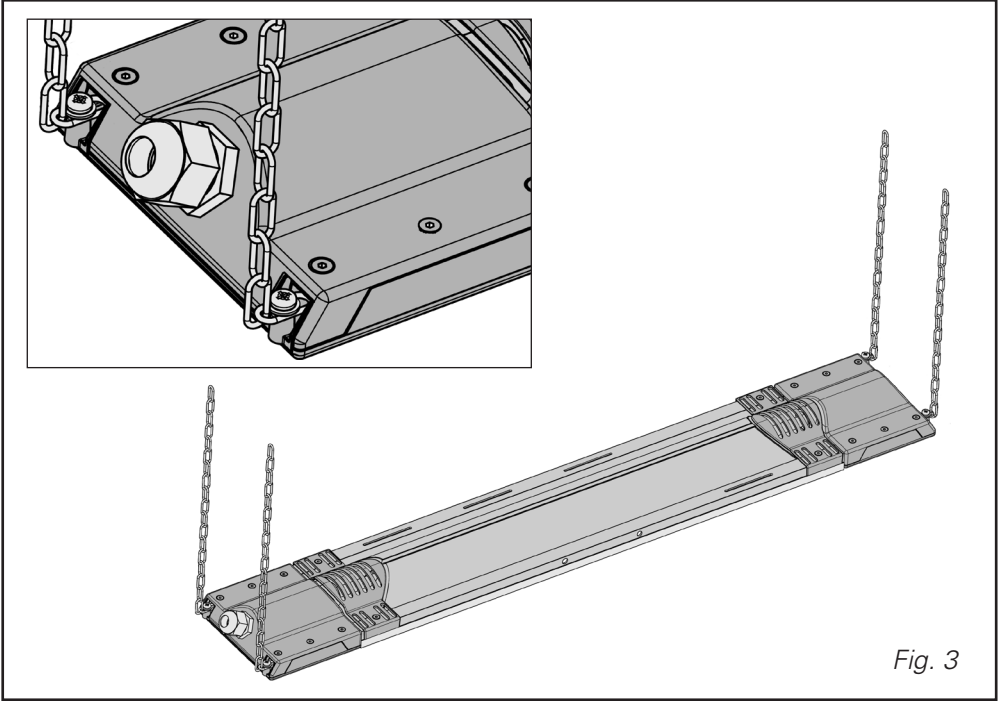

Fig. 3
- **Deckenbefestigung mit Ketten.** Versichern Sie sich vor dem Bohren darüber, dass die Stelle an der Decke, an der Sie beabsichtigen, das Gerät zu befestigen, solide ist und dass unter ihr keine elektrischen oder anderen Leitungen verlaufen. Die Ketten, wie in Abb. 3 veranschaulicht, befestigen.